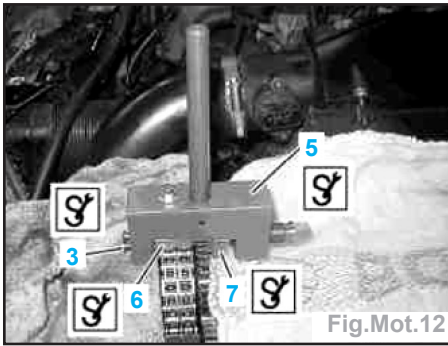

Fig.Mot.12
- emmancher jusqu'en butée, le maillon neuf à l'aide de l'outil de rivetage (5).
Nota : veiller à ce que le maillon et l'outil de rivetage (5) soient en ligne. Attention à ne pas faire tomber dans le carter de distribution, la fourche de centrage (3) que l'on vient de repousser (Fig.Mot.12).
- dévisser la broche de pression et déposer l'outil de rivetage (5),